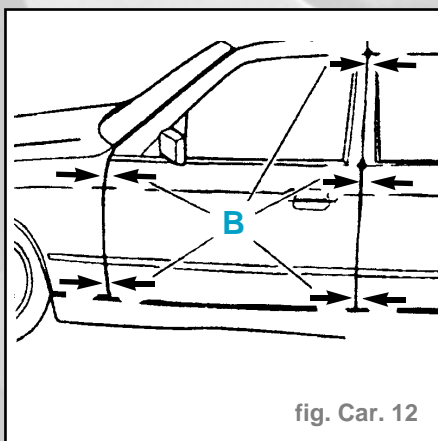
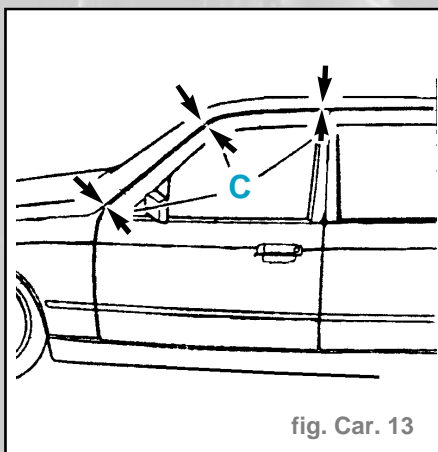

fig. Car. 12
fig. Car. 13
- Contrôler et si nécessaire corriger le jeu d'ouverture (B) (fig. Car. 12).
- Le jeu d'ouverture (B) doit être d'env. **5 mm** sur toute la longueur.
- Contrôler et si nécessaire corriger le jeu d'ouverture (C) (fig. Car. 13).
- Le jeu d'ouverture (C) doit être d'env. **10 mm** sur toute la longueur.